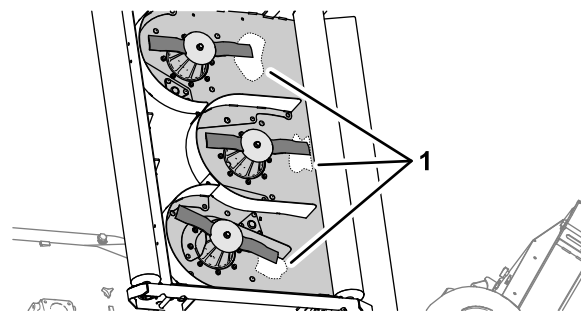

Figura 65
2. Pulite la parte inferiore del piatto di taglio nell'area adiacente al tagliente nella parte posteriore della lama (**Figura 65**).